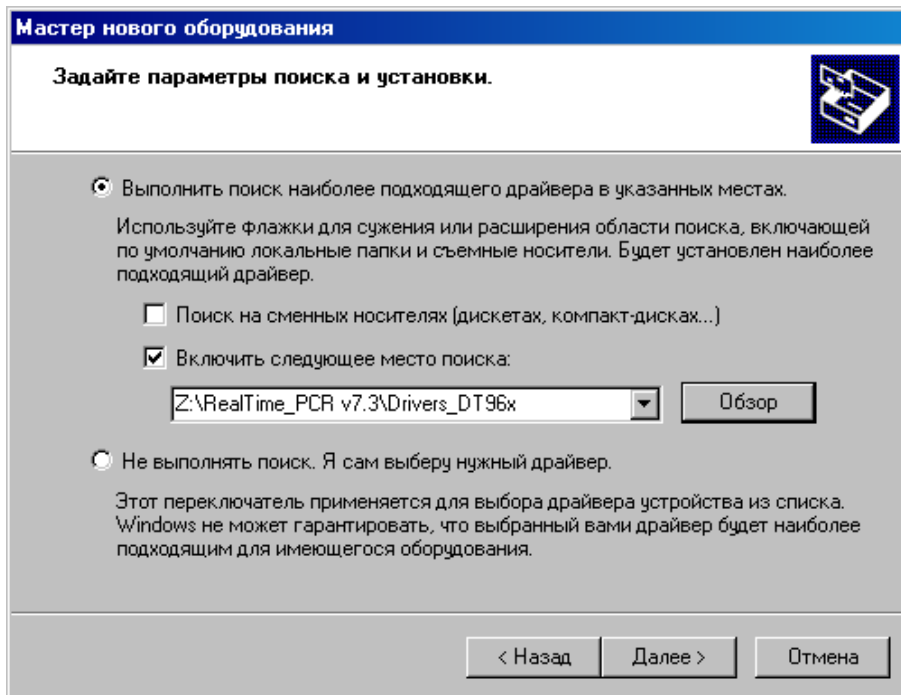

Рис.7. Поиск папки Drivers_DT96x на флеш-карте.
- В окне задания параметров поиска и установки (Рис.7) укажите путь к папке с драйвером для чего поставьте галочку в окошке **Включить следующее место поиска** и нажмите кнопку .
- Убедившись, что путь к папке с драйвером в окне (Рис.7) указан правильно, нажмите кнопку .